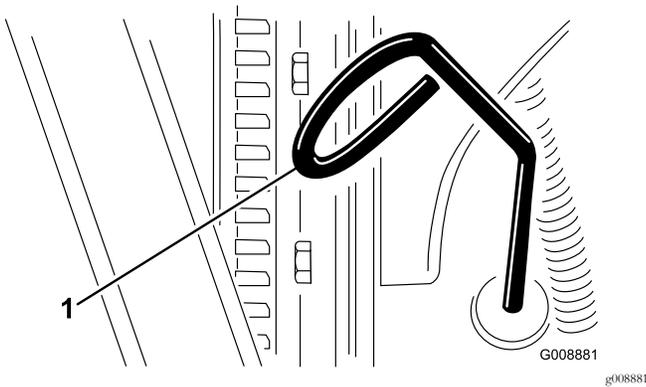

Рисунок 37
2. Выньте масломерный щуп (Рисунок 37) и протрите его чистой ветошью.